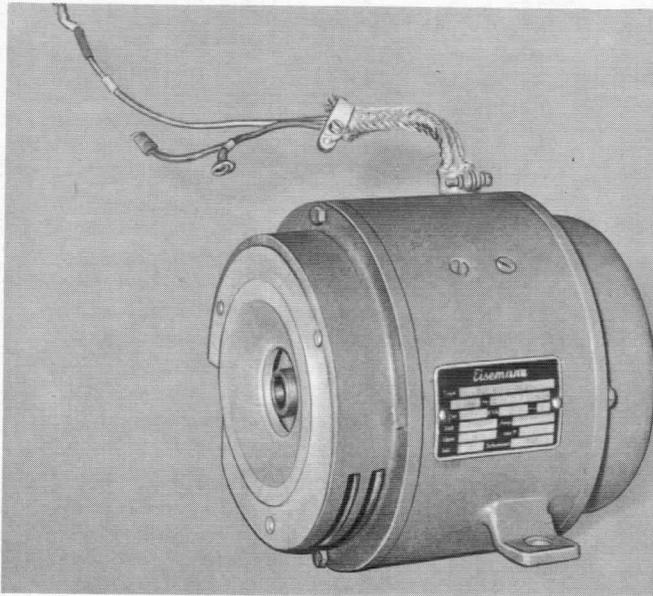

Bild 27
1.5.9 Generator 4100 ( Bild 27 )